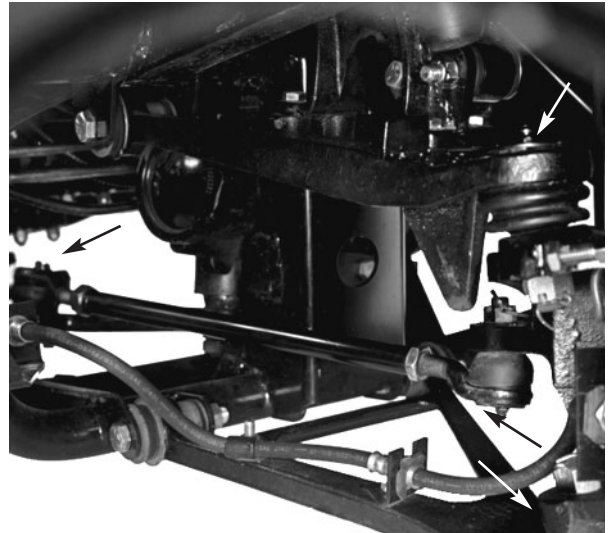

Bild 28
Die Schmiernippel und deren Anzahl sind: Zugstangenenden (4) (Bild 28), vordere Kugellager (4) (Bild 28), hintere Antriebswellen (18) (Bild 29) Vordere Drehbüchsen (2) (Bild 30); mittlere Antriebswelle: nur Allradantrieb (3) (Bild 31); Pedalgelenke (4) (Bild 32); Lenksäule (1) (Bild 33) und Beschleunigungsarm (1) (Bild 34).